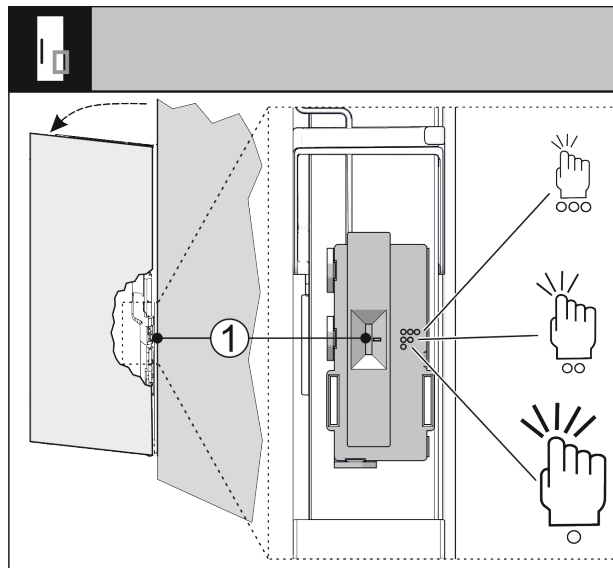

Fig. 100
Osjetljivost senzora kucanja možete namjestiti sklopkom Fig. 100 (1). Sklopka se nalazi na strani šarke na donjoj trećini vrata.
- ▶ Gurnite sklopku Fig. 100 (1) u željeni položaj sklopke.